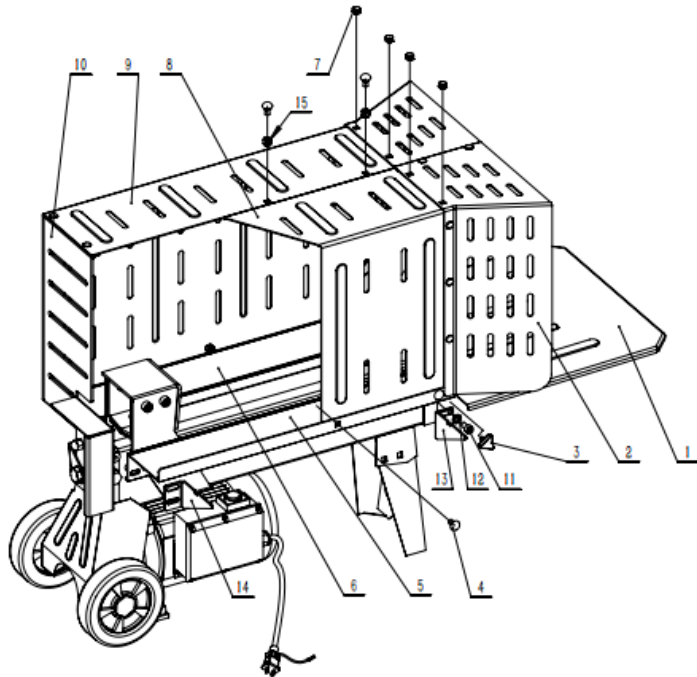

Figure 1
- Voir les figures 1, 2 et 3 pour illustration.